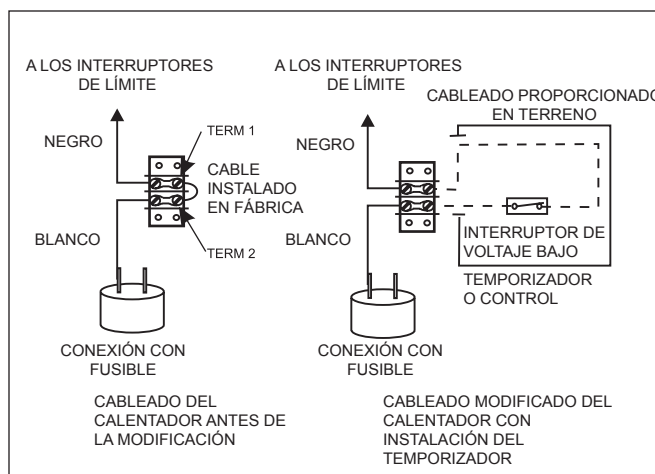

Figura 15. Cableado del temporizador o conexión de control
Para instalar un interruptor auxiliar del temporizador en los cables del calentador (véase Figura 15):
2. Quite los cables instalados de fábrica entre los terminales 1 y 2 de la regleta del terminal (véase Figura 15).